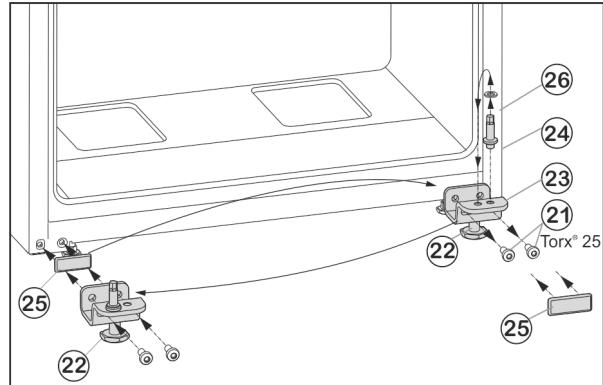

Fig. 7
- ▶ Upevňovací šrouby Fig. 7 (21) odšroubujte.
- ▶ Vyjměte spodní stojan ložiska Fig. 7 (23) i s ložiskovým čepem Fig. 7 (24), podložkou Fig. 7 (26) a seřizovací nožkou Fig. 7 (22).
- ▶ Ložiskový čep Fig. 7 (24) kompletně odšroubujte i s podložkou Fig. 7 (26), přemístěte do protilehlého upínačního otvoru stojanu ložiska a opět přišroubujte.
- ▶ Krycí desku Fig. 7 (25) opatrně sejměte a přemístěte ji na protější stranu.
- ▶ Spodní stojan ložiska Fig. 7 (23) opět kompletně, i s ložiskovým čepem Fig. 7 (24), podložkou Fig. 7 (26) a seřizovací nožkou Fig. 7 (22), případně s pomocí akumulátorového šroubováku **silou (4 Nm)** našroubujte na novou straně závěsu dveří.
- ▶ Spodní dveře nasadte shora na ložiskový čep Fig. 7 (24).
- Seřizovací nožku Fig. 7 (22) na spodním stojanu ložiska Fig. 7 (23) vytáčeje, až dosedne na zem.